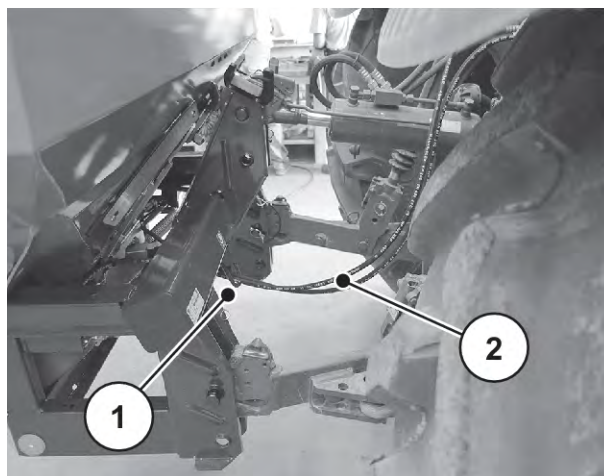

Fig. 25: Styrning hydraulslangar
- ▶ Dra hydraulslangar under det tvärgående röret. Se *Fig. 25 Styrning hydraulslangar*